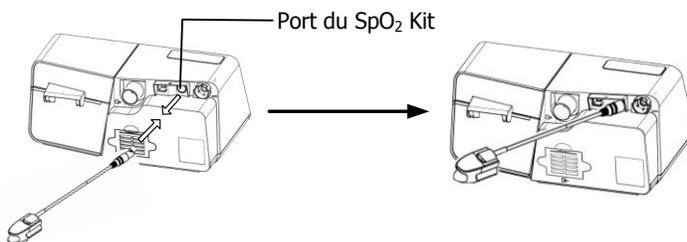

Fig. 14-2
(1) Insérez le connecteur du SpO2 Kit dans le port du Kit SpO2 de l'appareil, comme montré dans la Fig.14-2.